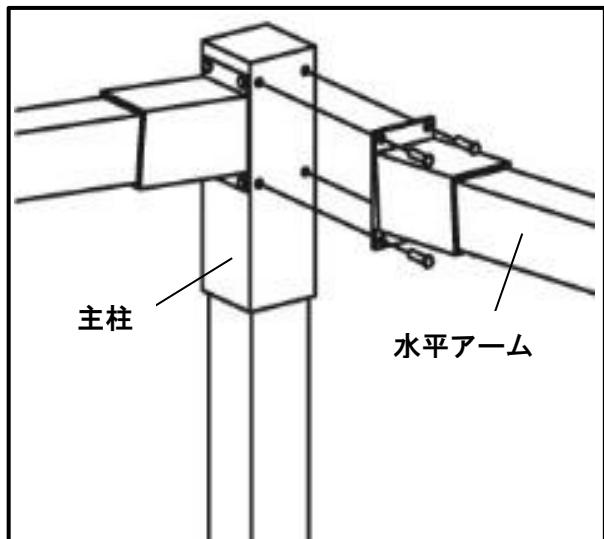

図.3
- ① 主柱（C）上部に水平アーム（D）を当て、キャップネジ（a）にワッシャー大（d）を通して角の4か所に六角レンチ（h）で締めます。（図.3）